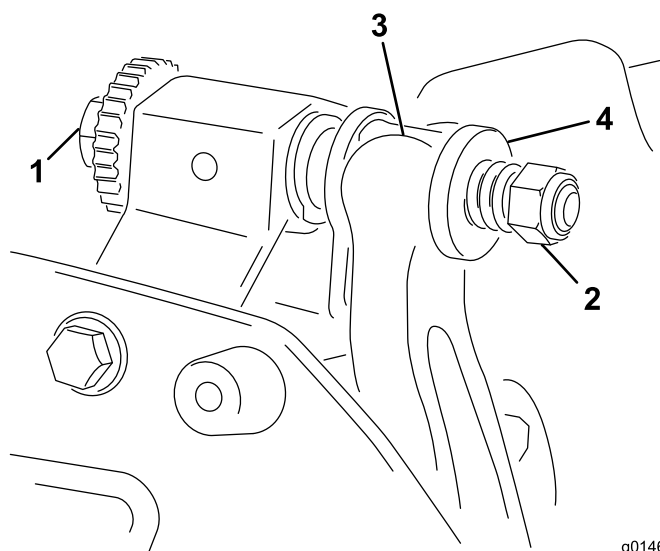

Figure 16
1. Tournez la vis de réglage de la barre d'appui dans le sens antihoraire pour éloigner la contre-lame du cylindre (Figure 16).
2. Faites sortir l'écrou de tension du ressort jusqu'à ce que la rondelle ne soit plus tendue contre la barre d'appui (Figure 16).